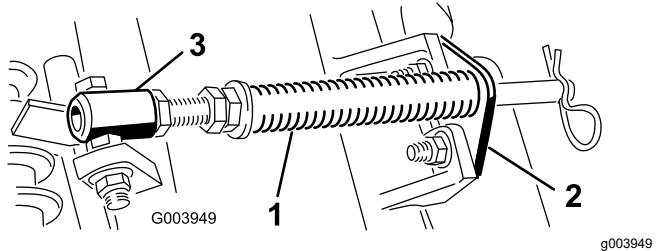

**Bild 3**
5. Stellen Sie sicher, dass das Gegengewicht (Bild 3) am richtigen Ende der Schneideeinheit montiert ist, wie in der *Bedienungsanleitung* der Schneideinheit beschrieben.